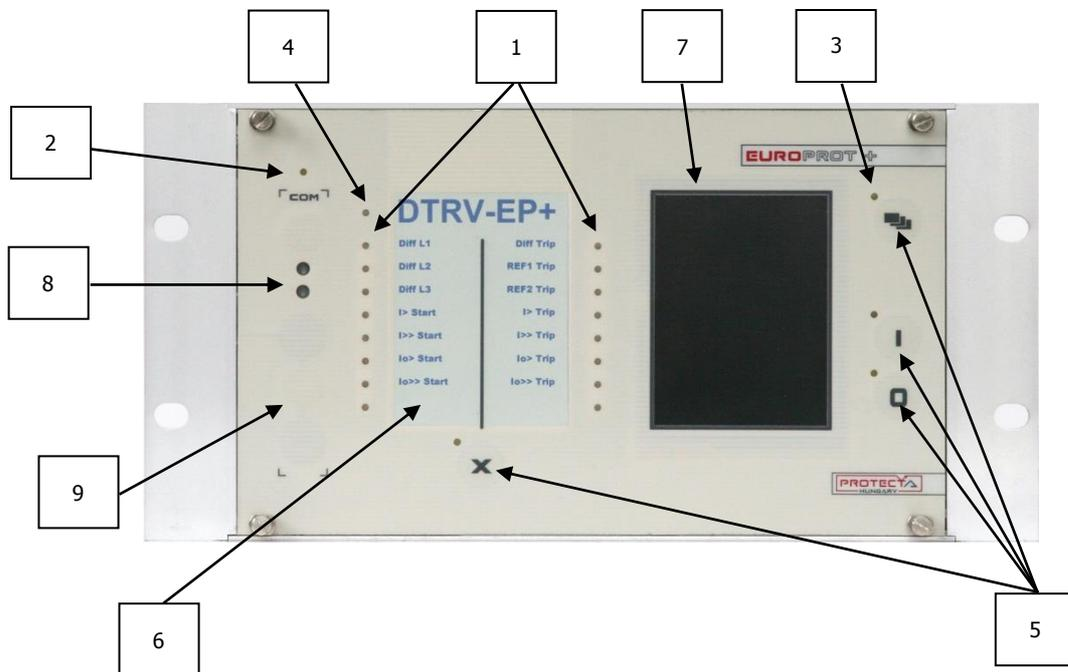

Figure 0-2 Le panneau avant de l'appareil
*Figure 0-2*) est jaune. Si les fonctions de protection sont prêtes à fonctionner, la LED jaune passe au vert, les fonctions de protection sont prêtes à se déclencher après cette courte période. (Pendant la procédure de redémarrage après une nouvelle configuration téléchargée, la LED est rouge pendant un court instant. La LED rouge verrouillée signifie cependant une erreur générale. Dans ce cas, les fonctions de protection ne sont pas disponibles.)